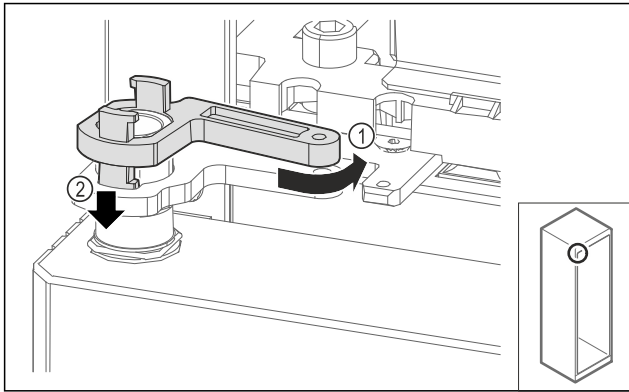

Fig. 71
- ▶ Drei låsen til lagerbukken lett tilbake Fig. 71 (1), trykk den ned Fig. 71 (2) og lås den i hengslingsvinkelen.